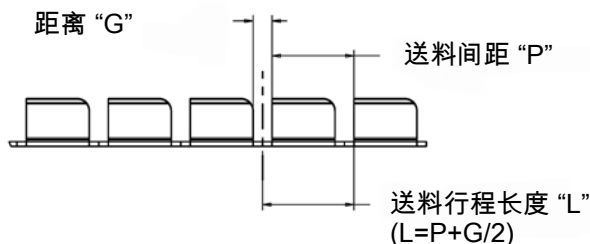

图 23
3. 转动调节轮 (2161481-1)，调节至正在处理的端子对应的“L”尺寸。有关 AMPLIVAR 端子的“L”尺寸，请参阅图纸 2161490。如果没有可用数据，请将“L”设为端子间距加上端子之间距离的 $\frac{1}{2}$ （图 23）。
10. 执行若干次压接并测量端子的切割状况（图 23）。